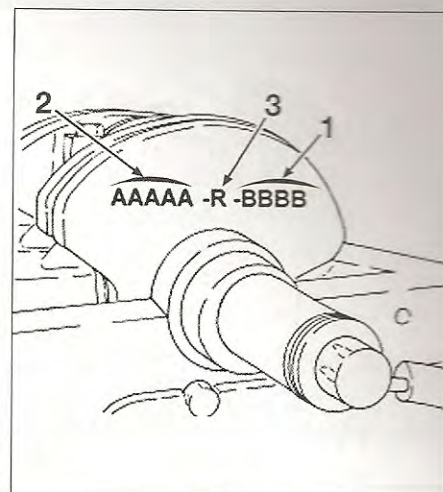

FIG. 35
• Respetar la clase de los cojinetes de los cuellos (1) y de los apoyos (2) y la clase de los separadores (3) de espesor de juego axial (fig. 35).